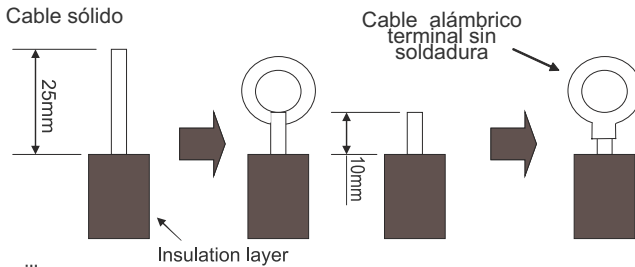

Fig.39
(1). Para cable con núcleo sólido (Fig.39)
(2). Conexiones alámbricas (Fig.39)